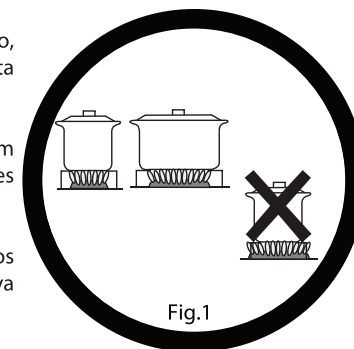

Fig.1
- Cerciórese que el fondo del recipiente utilizado, cubra totalmente la llama del quemador, de esta forma aprovechará toda la energía calórica. (fig. 1)